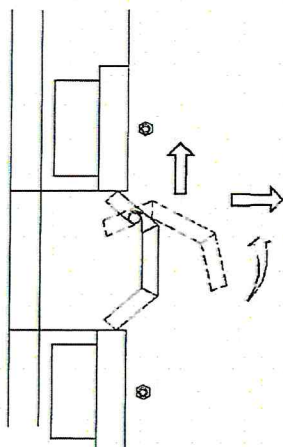

FIG.15 (Rimozione Piastre) / (Plattendemontage)
**Rimozione delle piastre (FIG 15):**
**Plattendemontage (FIG. 15):**